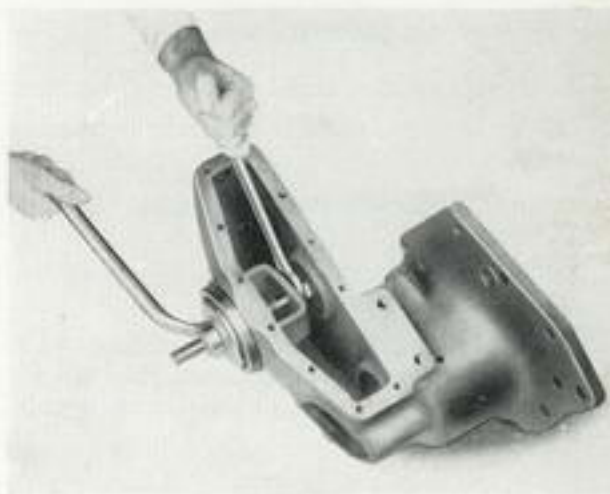

Fig. 19
- Roulement extérieur de fusée (voir fig. 19).